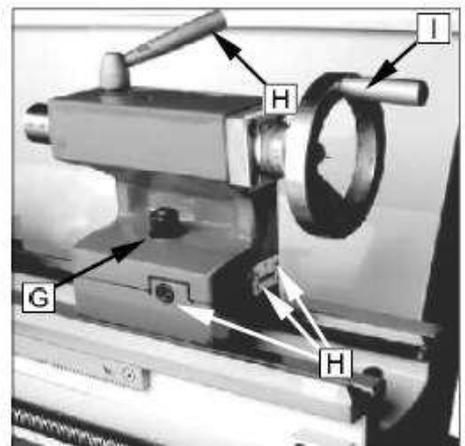

Fig. 16
16. Vis de serrage de la contrepointe (G, Fig. 16)
15. Levier de serrage de l'arbre creux de la contrepointe (H, Fig. 16)
17. Volant de manœuvre de l'arbre creux de la contrepointe (I, Fig. 16)
18. Réglage de désaxement de la contrepointe (J, Fig. 16)